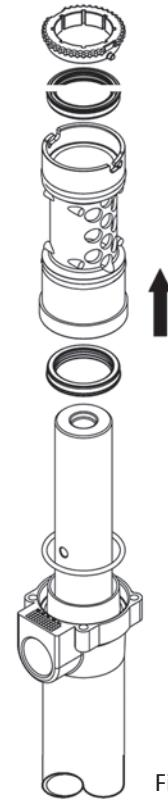

Fig. 4c
- When the reversing mechanism is removed, pull the packing sleeve upwards and remove it (fig. 4c). Check seals and the piston rod for wear or damage, replace if necessary.
- Cuando el conjunto inversor está desmontado, tire del casquillo empaquetadura hacia arriba para quitarlo (fig. 4c). Verifique las juntas y el vástago por desgaste o deterioro, sustituya si es necesario.
4. Dès que l'ensemble inverseur est démonté, tirer vers le haut la bague de l'ensemble porte-joints afin de pouvoir la retirer (fig. 4c). Vérifier que les joints et /ou la tige ne sont pas usés ou abîmés et les remplacer si nécessaire.